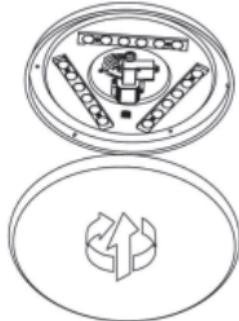

fig.5
- 7.fig. 5:** Placez le dôme sur la plaque (système de verrouillage à baïonnette).